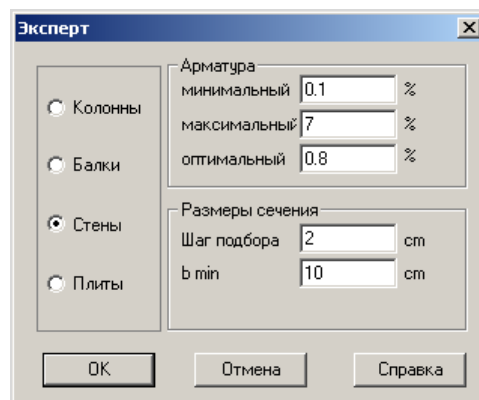

Рис.1.2.5. Окно диалога **Эксперт**
- В открывшемся окне диалога **Эксперт** выберите элемент **Стены** и задайте следующие параметры (рис.1.2.5):